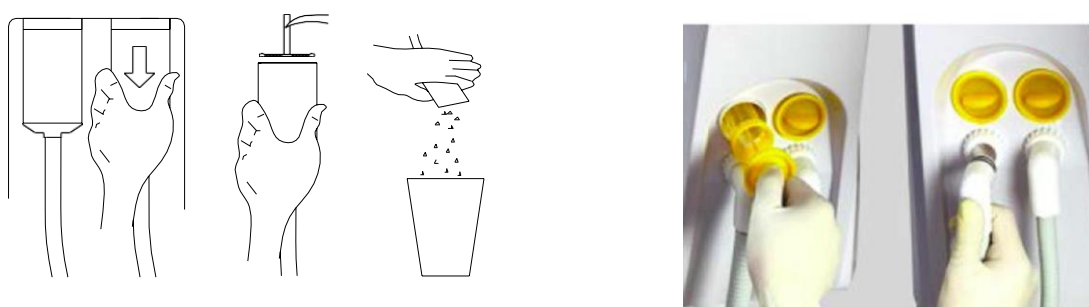

Рисунок 6
5. Установка снабжена всасывающими фильтрами двух типов. Во всасывающем фильтре есть сетка ≥ 2 мм. Когда в сетке фильтра слишком много мусора, это влияет на эффективность работы, поэтому ее необходимо вовремя очищать. При очистке встроенного фильтра извлеките его. Затем выньте сетку фильтра плоскогубцами и промойте сетку и основание фильтра водой, затем установите сетку фильтра обратно (Рисунок 6).